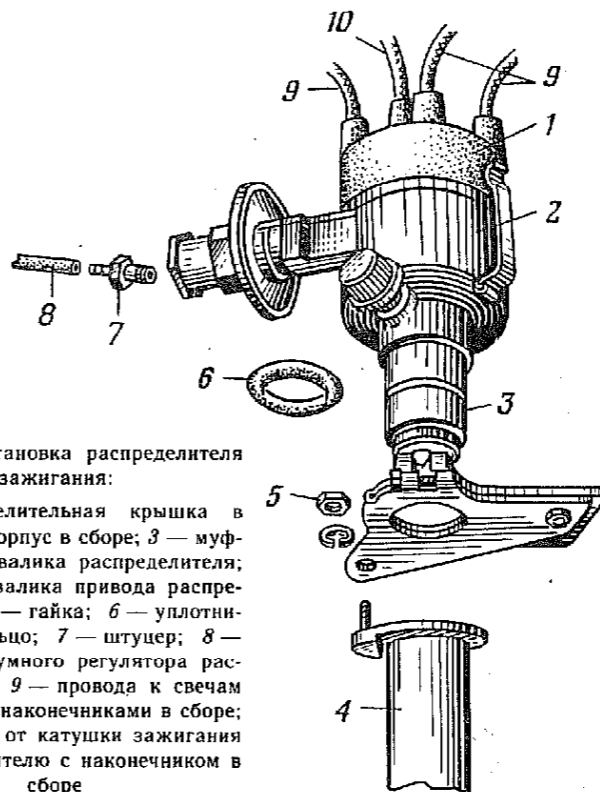

Рис. 94. Установка распределителя зажигания:
- 1.4. Отсоединить от штуцера 7 (рис. 94) распределителя трубку 8 вакуумного регулятора.
- 2.1. Установить уплотнительное кольцо 6 (рис. 94) на муфту 3 привода валика распределителя.
4.8. Установить в крышку 1 (рис. 94) центральный провод 10, идущий от катушки зажигания к распределителю, и провода 9, идущие от распределителя к свечам зажигания, начиная с первого цилиндра, в порядке их работы 1—3—4—2 (по направлению стрелки на крышке распределителя).